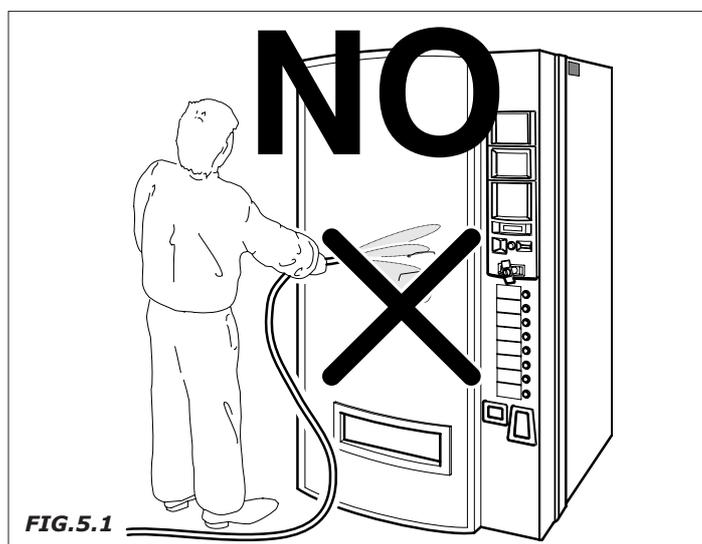

FIG.5.1
- **El expendedor automático debe ser colocado en lugares secos, con temperaturas que no descendan de 1°C. No puede instalarse en espacios en los que se utilicen chorros de agua para la limpieza (como por ejemplo en grandes cocinas, etc.). No utilizar el chorro de agua directamente sobre la máquina expendedora (Fig.5.1)**